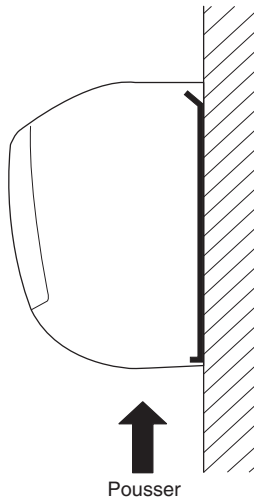

Fig. 3-33
- (3) Appuyer sur les 2 marques Δ sur la partie inférieure de l'unité intérieure et déverrouiller les languettes. Soulever ensuite l'unité intérieure et procéder au démontage. (Fig. 3-33)